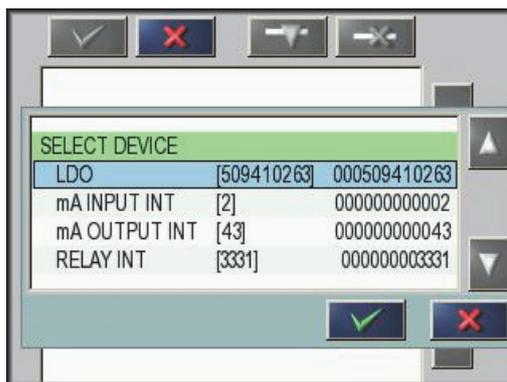

Figure 26 Fenêtre de sélection d'appareil
3. Appuyez sur **AJOUTER**, puis sélectionnez une sonde / un appareil. La fenêtre de sélection d'appareil s'affiche (Figure 26).